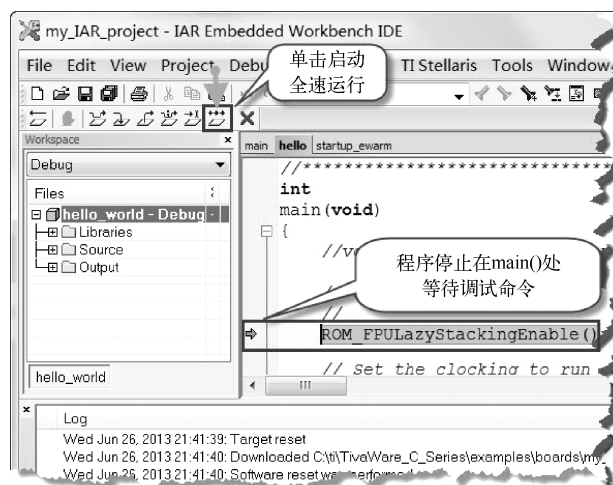

图 1-79 启动自建工程调试
⑥ 在 LaunchPad 中测试程序的运行结果。启动自建工程的调试，如图 1-79 所示。